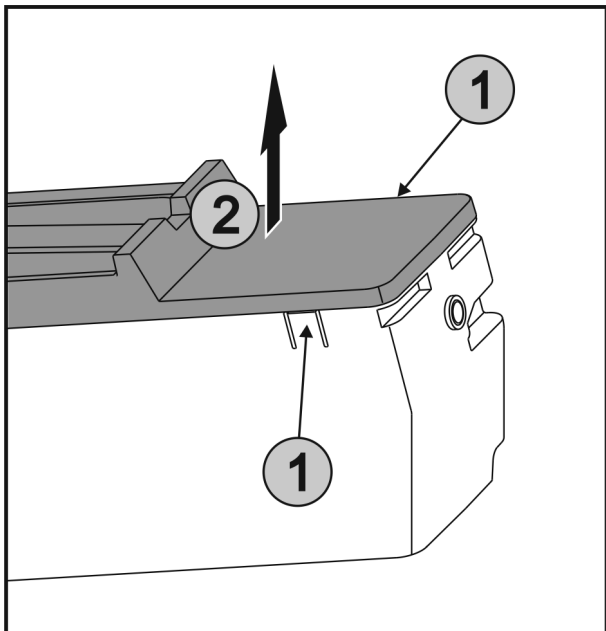

Fig. 43
- ▶ Lippen Fig. 43 (1) aan beide zijden van EasyTwist-Ice gelijktijdig indrukken en de afdekking Fig. 43 (2) omhoog verwijderen.